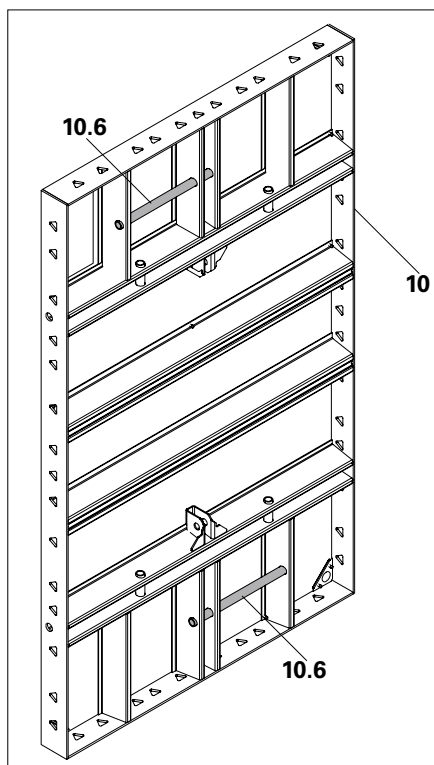

Fig. A2.02
Per trasportare i telai HSA (10) senza uso della gru, il sistema è dotato di maniglia ergonomica integrata (10.6) che assicura un'ottima maneggevolezza. (Fig. A2.02)